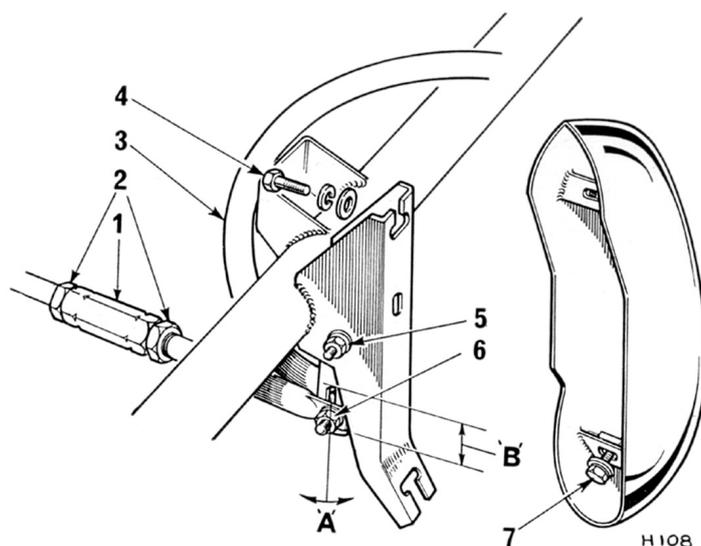

Fig. 11. Points de réglage du capot avant (Herald 13/60 et Vitesse 6)
13/60 et Vitesse 6 uniquement (Fig. 11)
Dévisser les 12 vis cruciformes retenant la grille à l'entourage de calandre. Pour dégager l'entourage, retirer les boulons de fixation supérieurs (4) du butoir comme indiqué Fig. 11.
Lever le capot et, en se référant à la Fig. 11 (page 5.205), desserrer les boulons supérieurs (4), retirer les boulons inférieurs (7) et déposer le butoir.